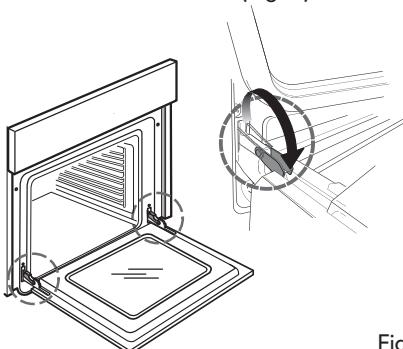

Fig. 1
2. Levanta os ganchos e empúrraos ao máximo cara adiante (Fig. 1).